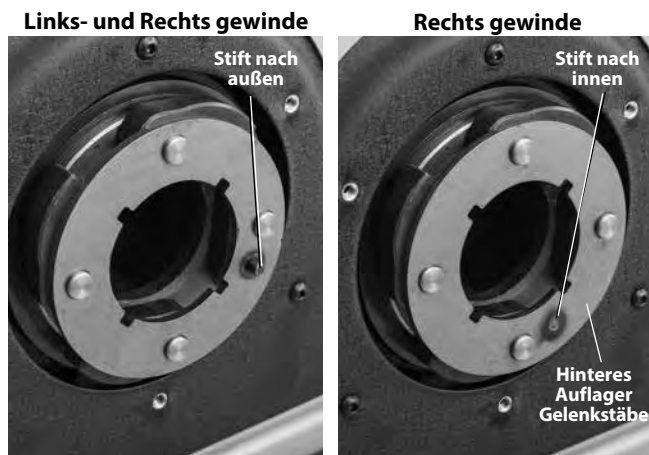

Abbildung 25B – Hinteres Auflager Gelenkstäbe - Stiftposition
- c. Entfernen Sie die E-Clips und das hintere Auflager der Gelenkstäbe (*Abbildung 25B*).
- d. Platzieren Sie das hintere Auflager der Gelenkstäbe so, dass der Stift nach außen zeigt und montieren Sie es wieder (*Abbildung 25B*).
- g. Um die Maschine wieder auf das ausschließliche Schneiden von Rechtsgewinden zurück zu rüsten, drehen Sie das hintere Auflager der Gelenkstäbe herum, sodass der Stift nach innen zeigt, und montieren Sie es wieder (*Abbildung 25B*).